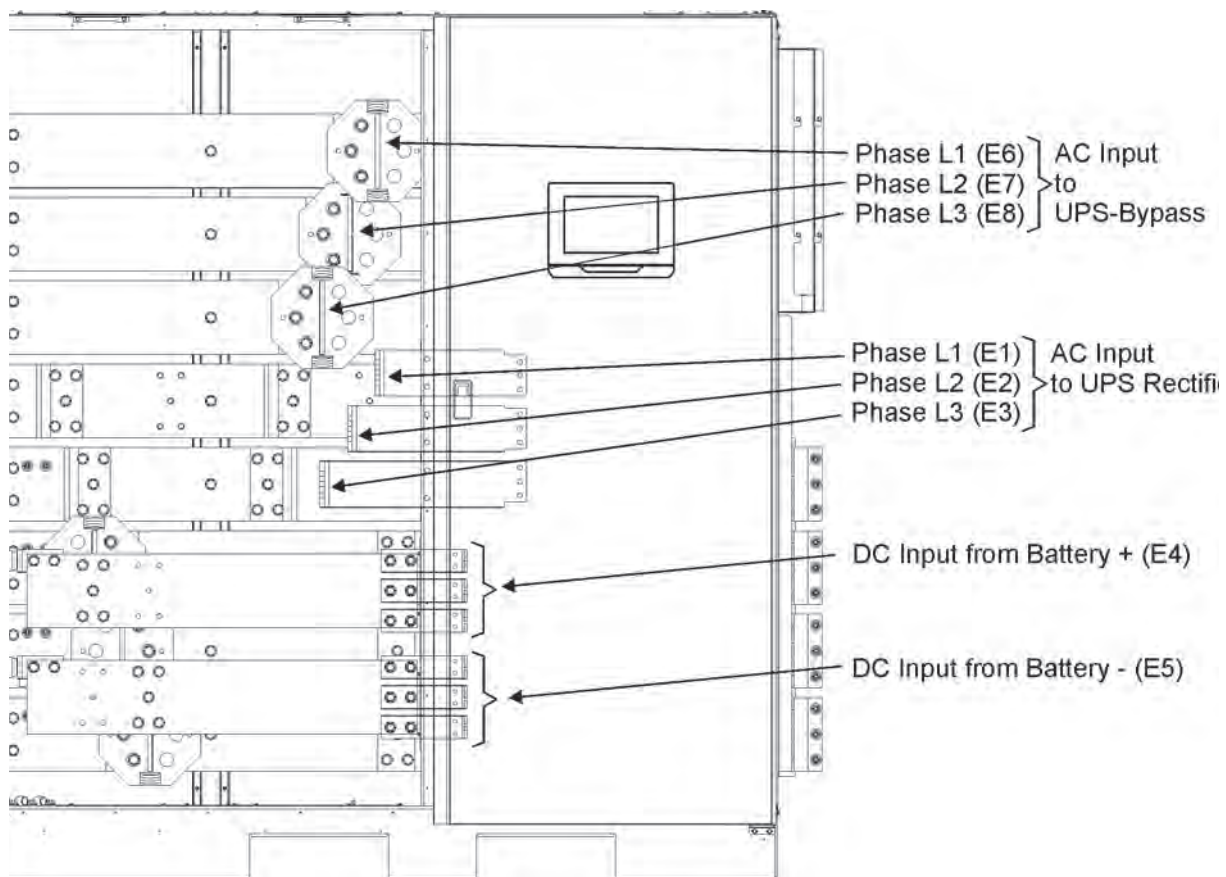

Рис. 4-16. Расположение клемм питания секции ISBM ИБП - общий аккумулятор
3. Используя крепежный комплект для подключения внешней проводки, подключите положительные, отрицательные и заземляющие соединения силовой проводки постоянного тока из аккумуляторной системы или разъединителя к клеммам аккумулятора и заземления секции ISBM ИБП. Используйте оба набора клемм, показанных на Рис. 4-16, если необходимо. См. Разд.3.2.2 на стр. 23 для получения информации о требованиях к проводке и подключению.